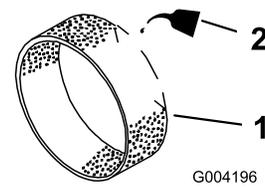

Bild 41
- Geben Sie 30 bis 60 ml Öl auf den Schaumvorfilter (**Bild 41**).